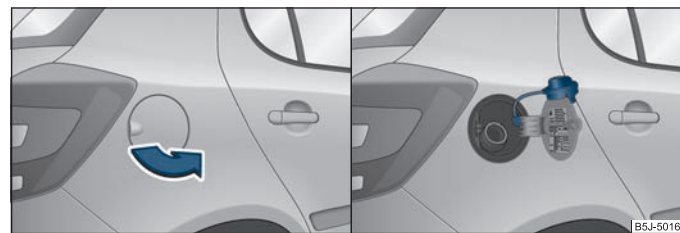

Abb. 134 Fahrzeugseite hinten rechts: Tankklappe / Tankklappe mit abgeschraubtem Verschluss
- Klappen Sie die Tankklappe mit der Hand auf ⇒ Abb. 134.
- Drehen Sie den Tankverschluss linksherum heraus und stecken Sie ihn von oben auf die Tankklappe ⇒ Abb. 134 rechts.